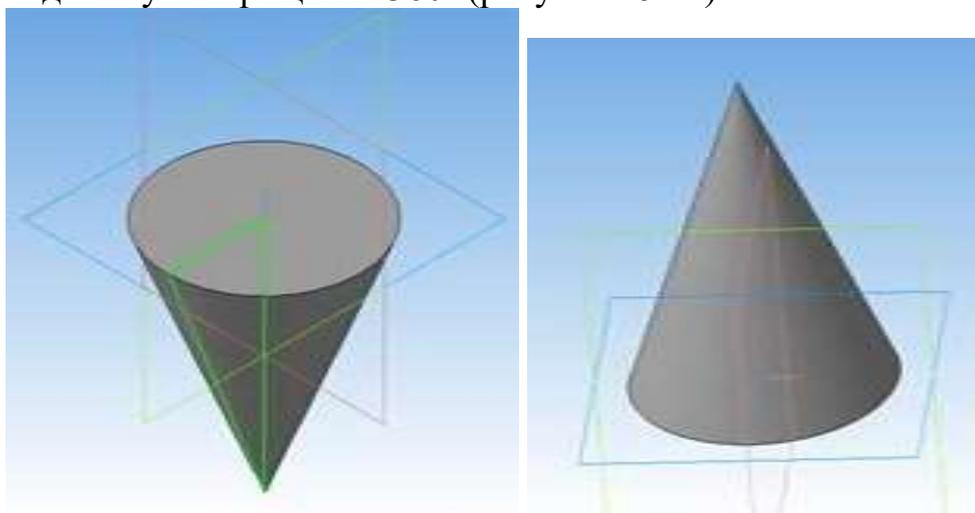

Рисунок 15.14 – Построение конуса
9. На панели свойств команды **вращение** выберите **способ построения – сфероид**, **прямое** направление вращения из списка **направление** на панели свойств и задайте угол вращения 360° (рисунок 15.14).